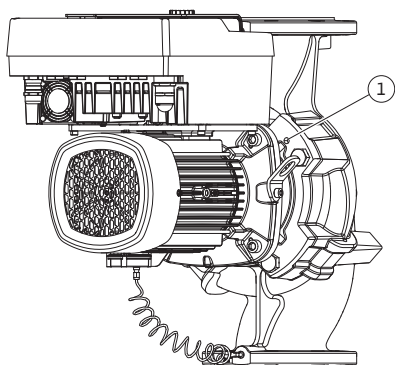

Fig. 104: Odtis vtičnega kompleta prek navojnih izvrtin
12. Pri tipu črpalke (Fig. III, IV) sprostite vijake na poz. 29. Uporabite dve sosednji navojni izvrtini (Fig. 104, poz. 1) in ustrezne vijake (npr. M10 x 25 mm), ki so na voljo na mestu vgradnje. Vtični komplet odmaknite od ohišja črpalke.